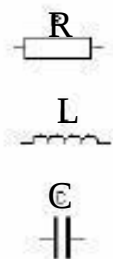

Рисунок 1.1
1. Вказати схемне зображення ідеального пасивного елемента, в якому електрична енергія перетворюється на теплову енергію (рис. 1.1).
2. Вказати схемне зображення ідеального пасивного елемента, в якому електрична енергія перетворюється на енергію магнітного поля (рис. 1.1).
3. Вказати схемне зображення ідеального пасивного елемента, в якому електрична енергія перетворюється на енергію електричного поля (рис. 1.1).